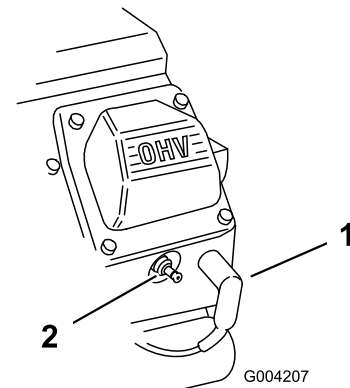

Figure 46
- Débranchez les fils des bougies (Figure 46).
3. Rebranchez le fil de la ou des bougies (Figure 46).